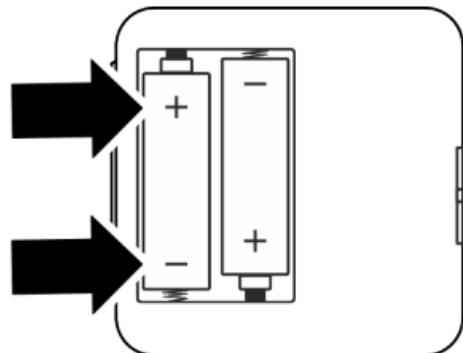

Fig. 4: Inserimento delle batterie
6. Inserire le 2 batterie alcaline di tipo 1,5 V AA LR6 nella mascherina dell'alloggiamento con la giusta polarità (Fig. 4).
8. Inserire le 2 batterie alcaline di tipo 1,5 V AA LR6 nella mascherina dell'alloggiamento con la giusta polarità (Fig. 4).